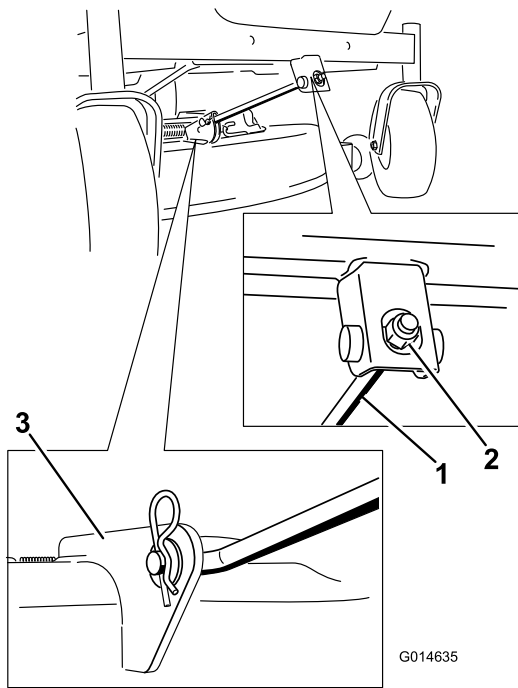

Figura 63
4. Retire el pasador de horquilla de la varilla de soporte delantera y retire la varilla del soporte de la carcasa (Figura 63). Baje cuidadosamente la parte delantera de la carcasa de corte al suelo.
6. Conecte la varilla de soporte delantera a la carcasa de corte con el pasador y la chaveta (Figura 63).